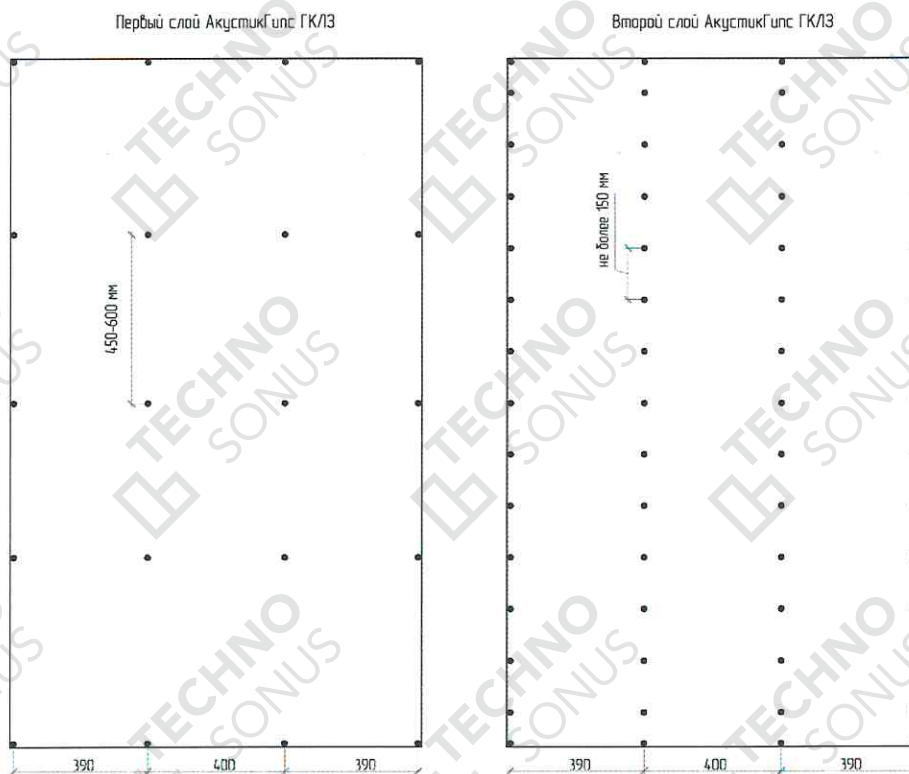

Рисунок 21 – Схема расположения саморезов при двухслойной облицовке ГКЛЗ
6.15. Установить и закрепить финишный слой листов АкустикГипс ГКЛЗ. Важно соблюдать разбег между швами первого и второго слоя. Швы первого и второго слоя должны отстоять друг от друга минимум на 400 мм. Шаг саморезов не более 15 см по основному профилю (см. Рисунок 21). Первый лист не должен начинаться с утоненной кромки от угла и не должен заканчиваться ей же. Стыковка листов АкустикГипс ГКЛЗ возможна только по утоненной кромке или по подрезанному краю. Не допускается стыковка утоненной кромки и отрезного края. Швы между листами не заполняются виброакустическим герметиком Сонетик. Для фиксации финишного (второго) слоя АкустикГипс ГКЛЗ применяются саморезы ТС-XTN F 3,9x41. Шляпка самореза не должна быть утоплена в слой гипса более